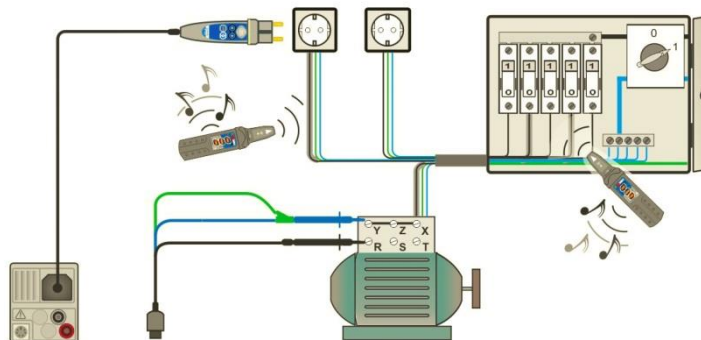

figura 7.84: Tracciare i cavi sotto le pareti e negli armadi
- › Collegare puntali all'oggetto testato (vedi **figura 7.84** e **figura 7.85**).